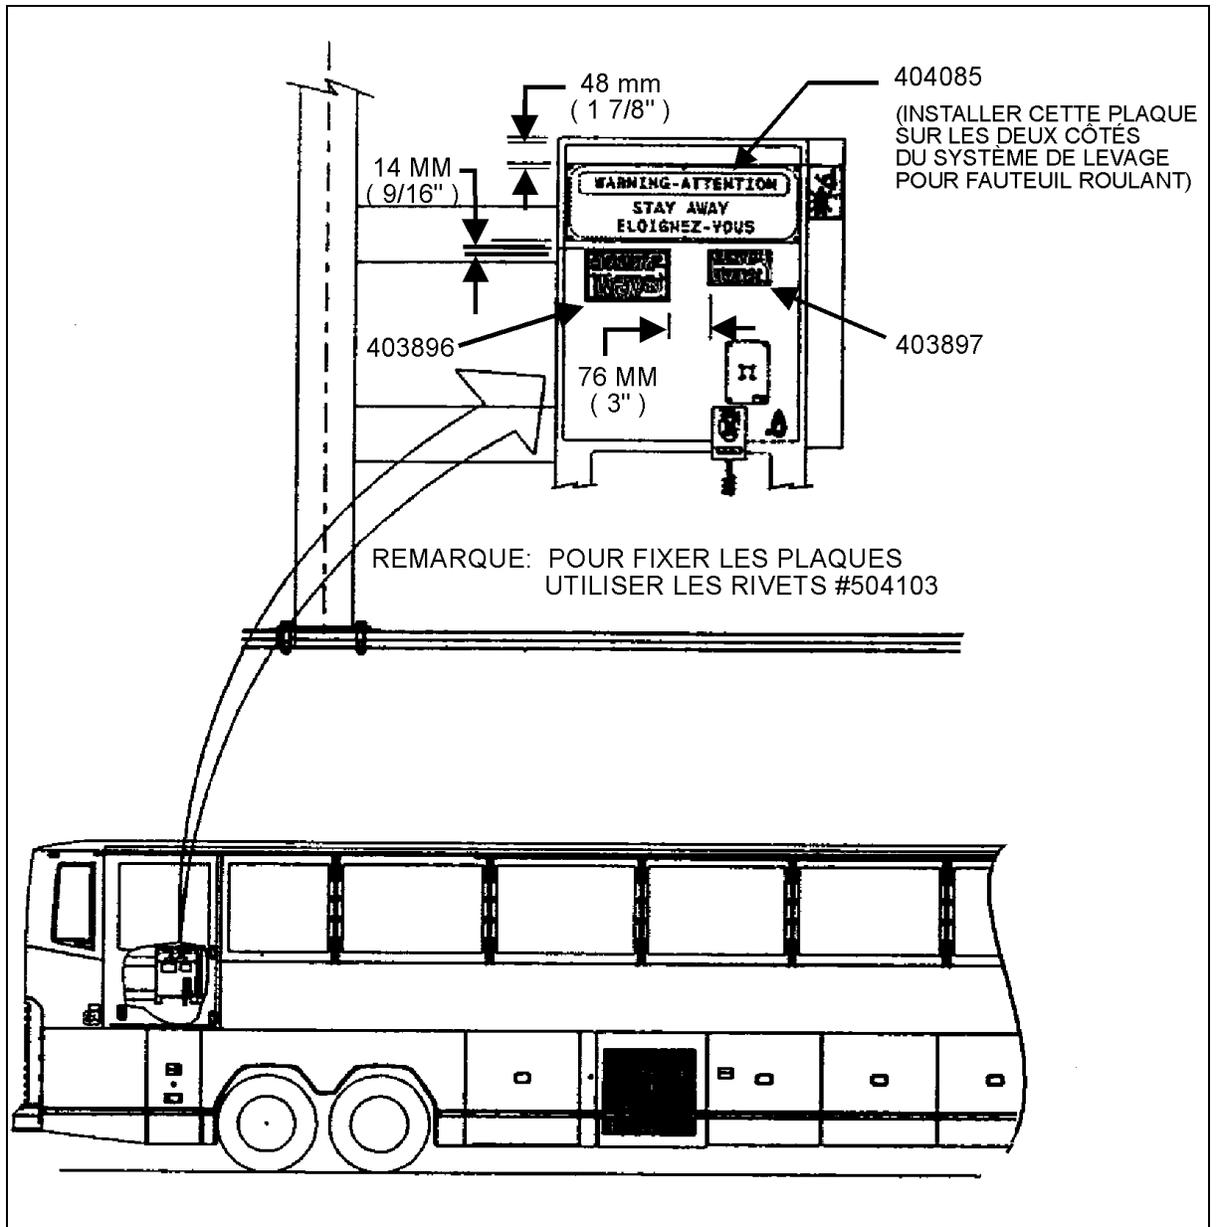

FIGURE 5
1. Se référant à la figure 5, identifier la position où une plaque d'instructions doit être installée, puis en utilisant la plaque comme gabarit marquer la position des trous à percer.